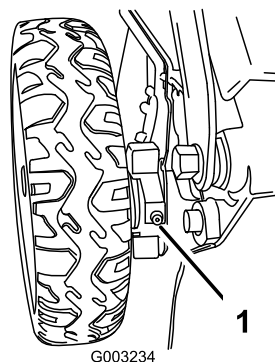

Figura 41
1. Limpie con un trapo limpio los puntos de engrase situados justo dentro de las ruedas traseras (Figura 41).